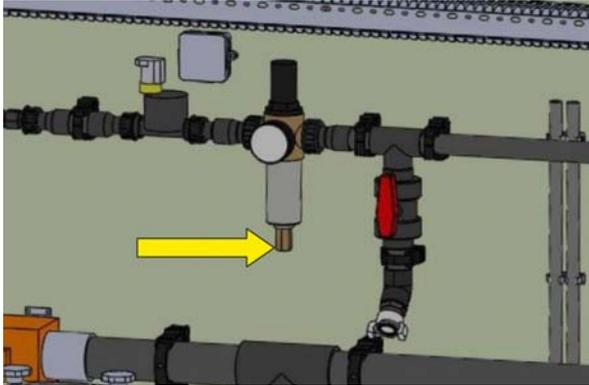

Bild 7-13: Nippel unter Wasserfilter
- b) Drehen Sie den Nippel unter dem Wasserfilter auf, um den Restdruck abzulassen (siehe Bild 7-13).